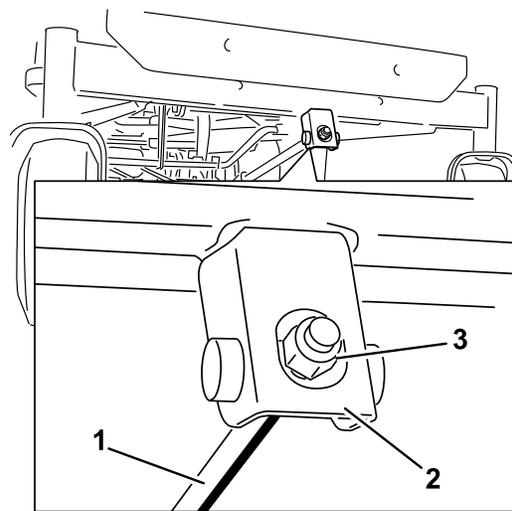

Figura 51
- 6. Para ajustar la inclinación longitudinal, gire la tuerca de ajuste de la parte delantera del cortacésped (Figura 51).